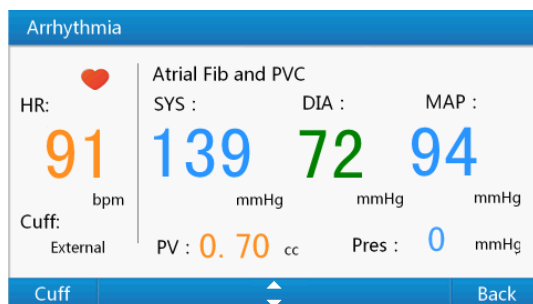

Figura 18 Interfaccia di simulazione della BP in condizioni di aritmia
- 1) Selezionare **“Arrhythmia”** (Aritmia) all'interno di **“BP Simulation Menu”** o utilizzare il tasto numerico **“6”** per accedere all'interfaccia di simulazione della BP in condizioni di aritmia, mostrata nella Figura 18.